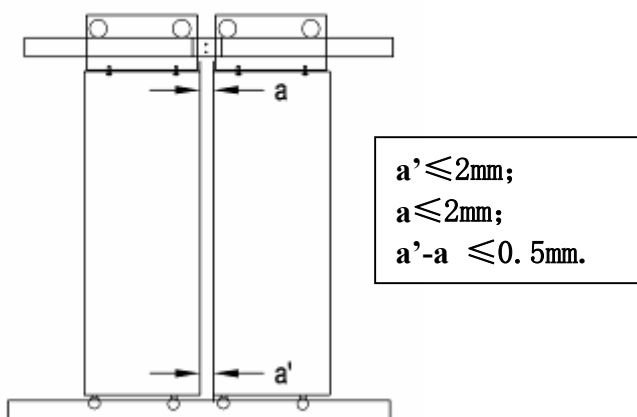

图 2-15 轿门装配主视图
3. 门扇之间的间隙不大于 2mm，即 $a、a' \leq 2\text{mm}$..且上下均匀,要求 $a'-a \leq 0.5\text{mm}$ 。见图 2-15 轿门装配主视图